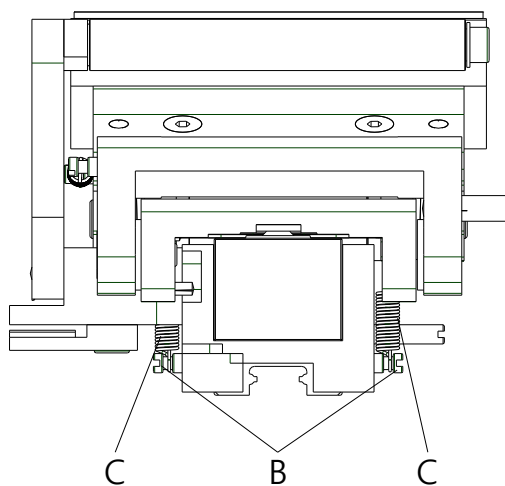

Figure 20
2. Utiliser une pincette et pousser les deux ressorts de tension (C, Figure 20) des axes de ressort (B, Figure 20).